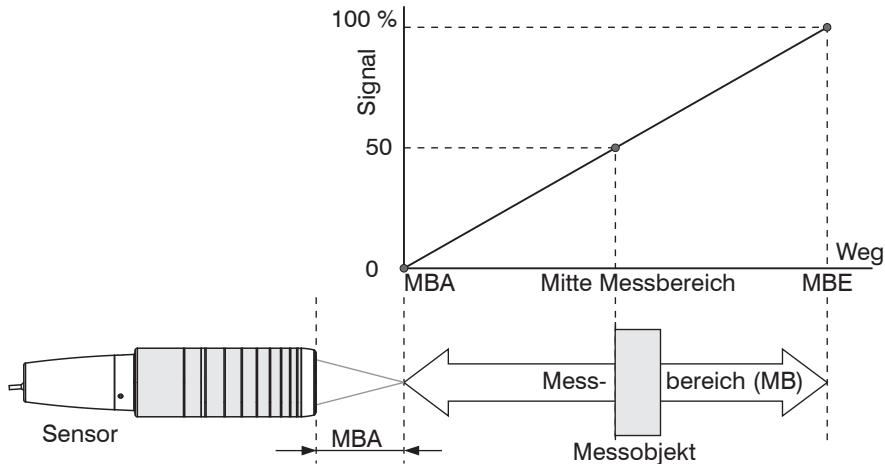

Abb. 41 Definition Messbereich und Ausgangssignal
► Positionieren Sie das Messobjekt in die Mitte des Messbereichs, siehe Abb. 41. Verändern Sie kontinuierlich die Messrate, bis Sie eine hohe Signalintensität erhalten, die aber nicht übersättigt ist.